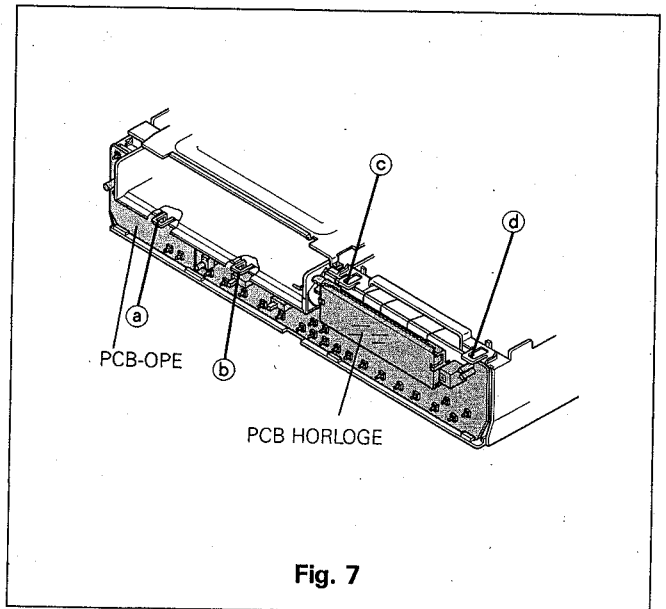

Fig. 7
- B. Débloquer le crochet a et retirer la platine OPERATION comme montré en Fig. 7.
- B. Débloquer les trois crochets (b) à (d) et retirer la platine HORLOGE comme le montre la Fig. 7.